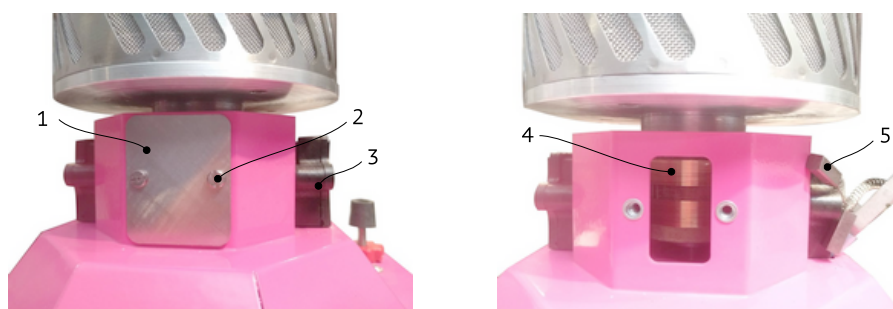

Рисунок 6
8. Открутите винты (2) и снимите крышку (1), чтобы получить доступ к токосъёмным кольцам (4), см. Рис. 6.